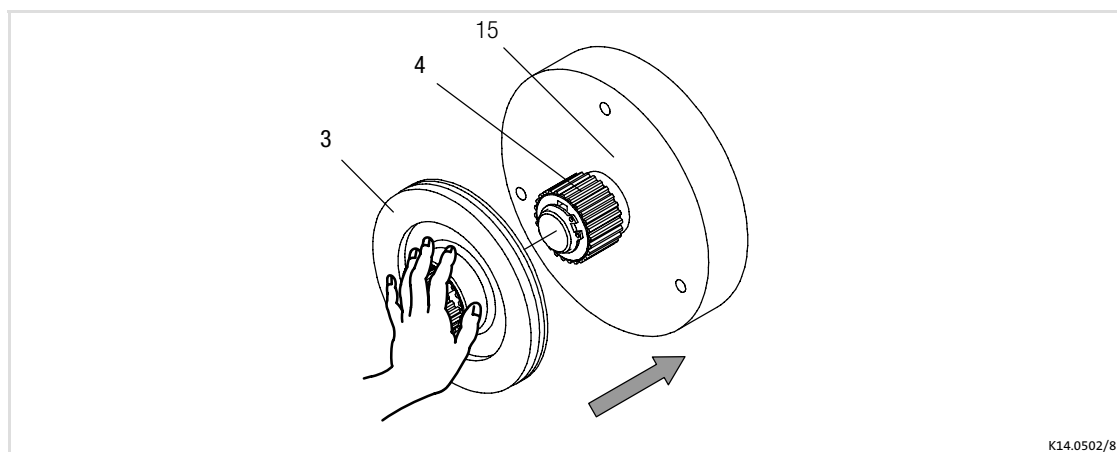

Fig. 3 Montaje del rotor
1. Deslizar rotor (3) sobre el buje (4) y comprobar si se puede deslizar a mano (véase Fig. 3).